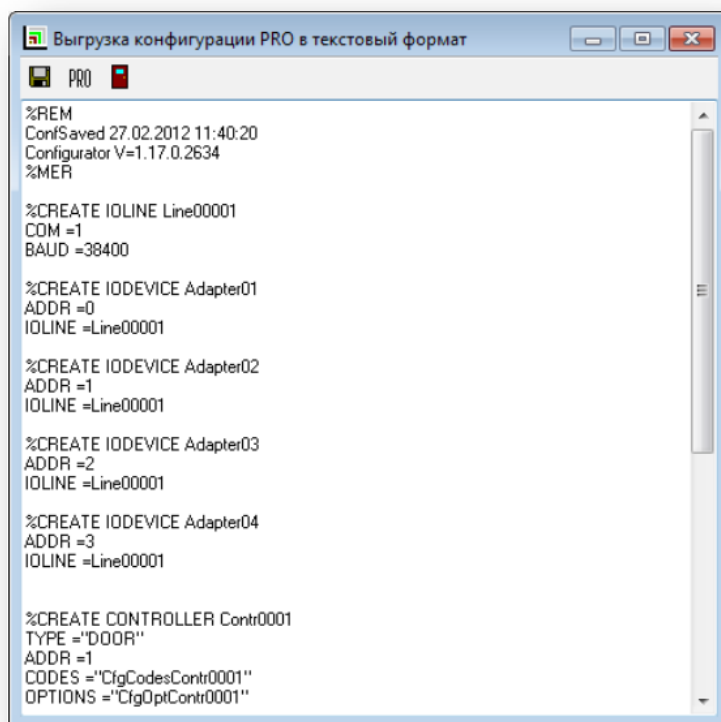

Рисунок 8.14
- Нажатием кнопки  загрузите конфигурацию в контроллер PRO. Появится окно (Рисунок 8.14).